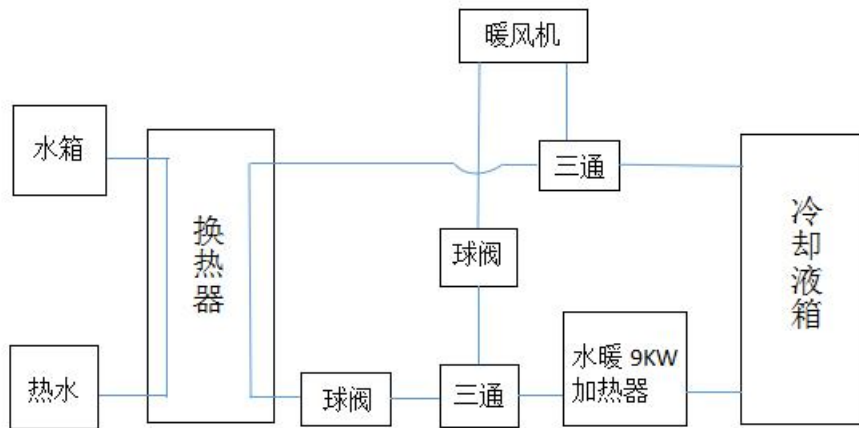

图 3
- 以上是加热器与发动机水循环管路的连接。加热器在房车上与独立水路的连接请参考图 3。